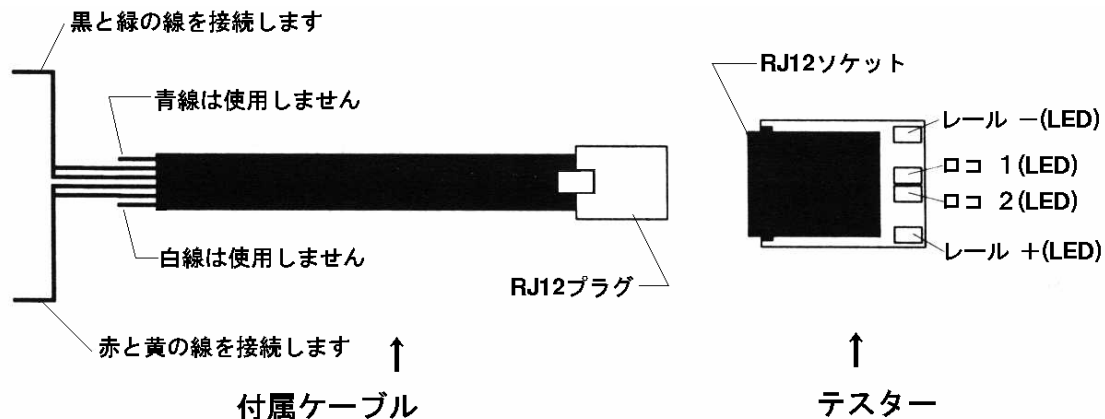

図 1
2. 赤と黄色、そして黒と緑の電線をそれぞれ接続してください。（前ページ図 1 参照）